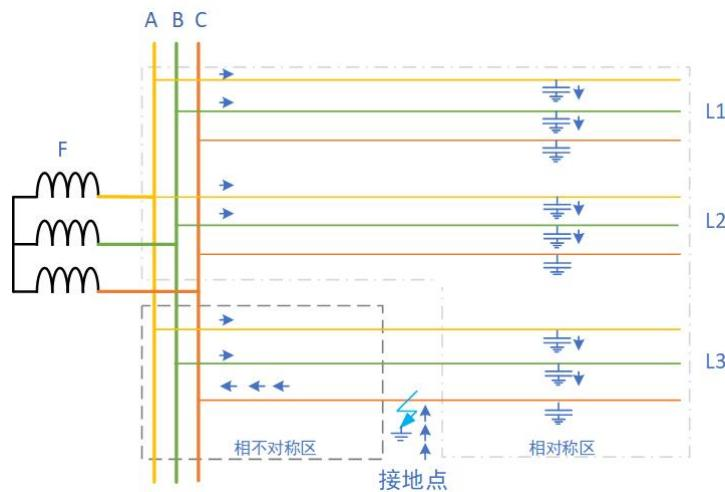

图 4-1
**相不对称法：**如图 4-1 所示，当发生接地故障时，所有健全区段的电容电流经接地点流回母线，因此，故障线路的故障区段流过整个系统的电容电流，其三相电流值变化量显著不平衡，形成“相不对称”区段；而健全区段则只流过本线路电容电流，三相电流值变化量近似平衡，形成“相对称”区段。根据这种三相电流变化量是否对称的故障特征，可以准确的判断选线装置安装点是否位于故障线路故障区段，实现选线和定位。